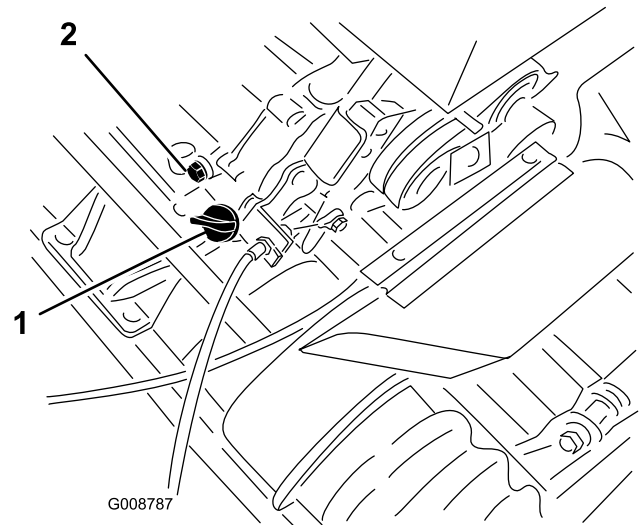

Figure 26
1. Positionnez la machine de sorte que le moteur soit de niveau et nettoyez la surface autour de la jauge d'huile (Figure 26).
2. Placez un bac de vidange sous le bouchon de vidange à l'arrière de la machine (Figure 26).